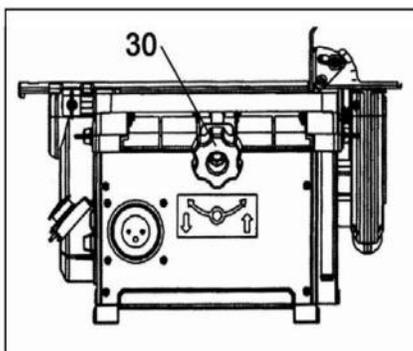

Рис. 24
Рукоятка для настройки и перемещения режущего барабана (30) (См. Рис.24) находится сбоку станка, возле разъема для сетевого шнура.
Направление вращения рукоятки (30) (См. Рис.24) соответствует перемещению фуговального стола вверх или вниз.